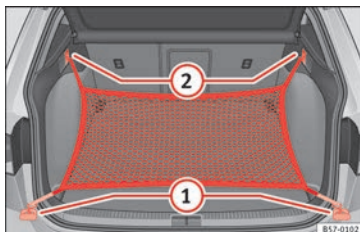

Abb. 159 Im Gepäckraum: Ösen ① und Haken ② zum Einhängen des Gepäckraumnetzes.
- Hängen Sie die kurzen Haken des Netzes in die Verzurösen » Abb. 159 ① » » ⚠ ein. Der Reißverschluss des Gepäckraumnetzes muss dabei nach oben zeigen.
- Befestigen Sie die Spanngurte in den Taschenhaken ②.